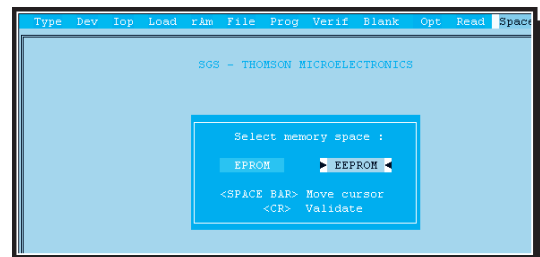

Fig.13 Quando appare questa finestra pigiate Barra e Enter per andare su EEPROM.
– Nella finestra di fig.13 andate sulla riga **EEPROM** pigiando il tasto della Barra ed Enter.